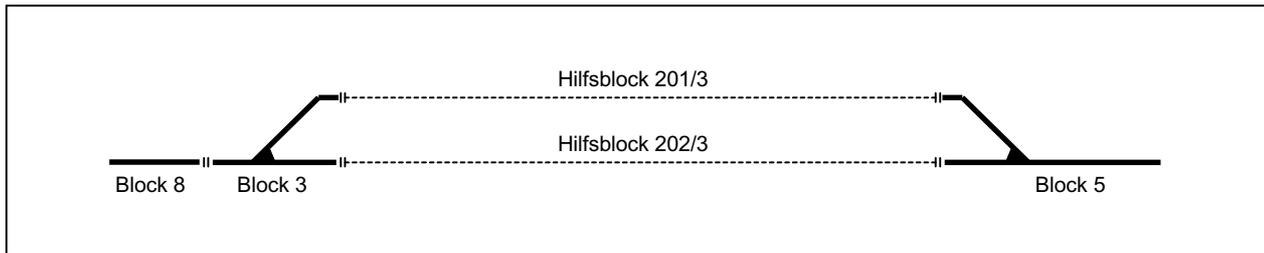

Bild 22.2 Überholgleis in einer eingleisigen Strecke mit Hilfsblöcken
Wenn die in diesem Bild dargestellte Situation nur mit Hauptblöcken aufgebaut wird, kann z.B. gleichzeitig von Block 8 nach 3 eingefahren werden, während ein anderer Zug von Block 10 nach 5 ausfährt. Wie die gleiche Situation bei der Verwendung von Hilfsblöcken aussehen würde, zeigt Bild 22.2. Dort kann nicht mehr gleichzeitig nach Block 202 eingefahren und aus Block 201 ausgefahren werden, da der zugehörige Hauptblock 3 nur für jeweils einen Zug die benötigte Fahrspannung liefern kann.
**Hinweis zu Bild 22.2:**